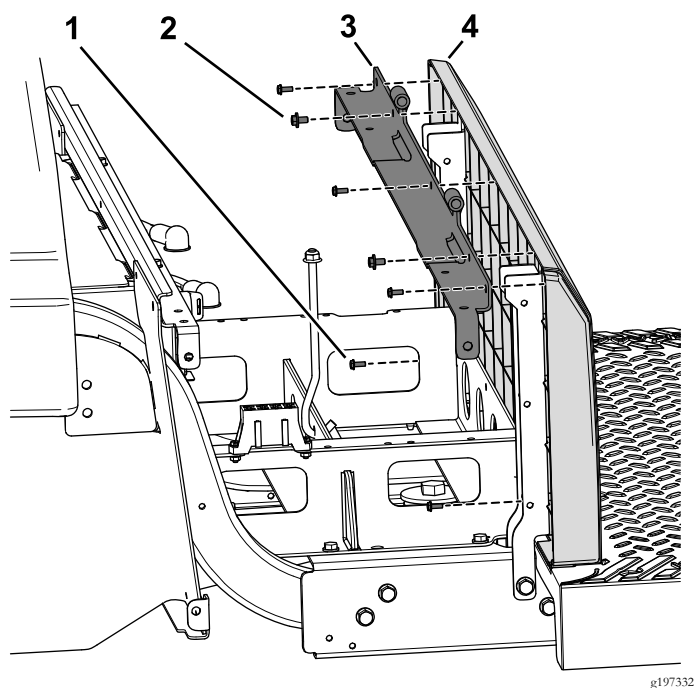

Figura 86
da base do banco aos suportes do banco esquerdo e direito (Figura 86).
6. Utilize os cinco parafusos (N.º 10 x ½ pol.) para prender o painel traseiro ao suporte angulado e aos suportes do banco (Figura 86).